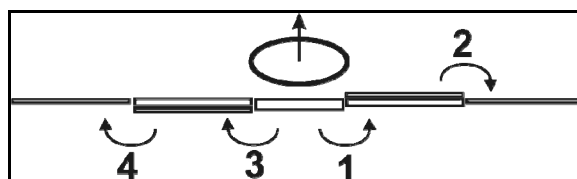

図 74
ブームの展開時には、図 74 による順序を守ってください。折り畳みは逆の順序で行います。
2. 右側のサイドアームを展開します (図 74/1,2)。
3. 左側のサイドアームを展開します (図 74/3,4)。